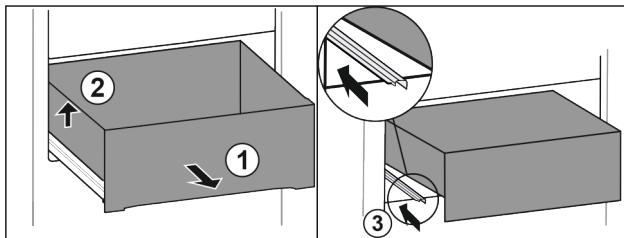

Fig. 89
- Витягніть висувний ящик до упору. Fig. 89 (1)
- Підняти висувний ящик ліворуч. Fig. 89 (2)
- Вставити ліву рейку. Fig. 89 (3)